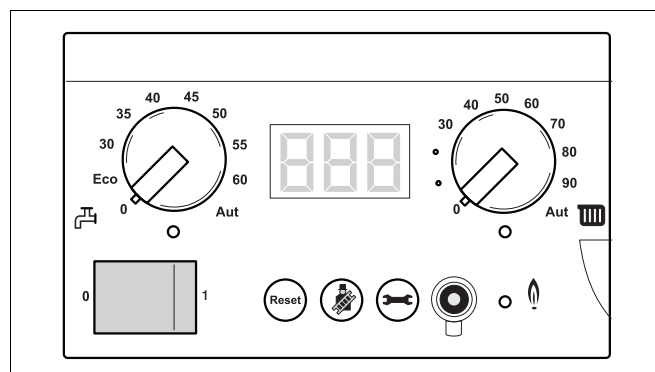

Fig. 80 Togliere la corrente dall'impianto di riscaldamento
- Togliere la corrente dall'impianto di riscaldamento (fig. 80).